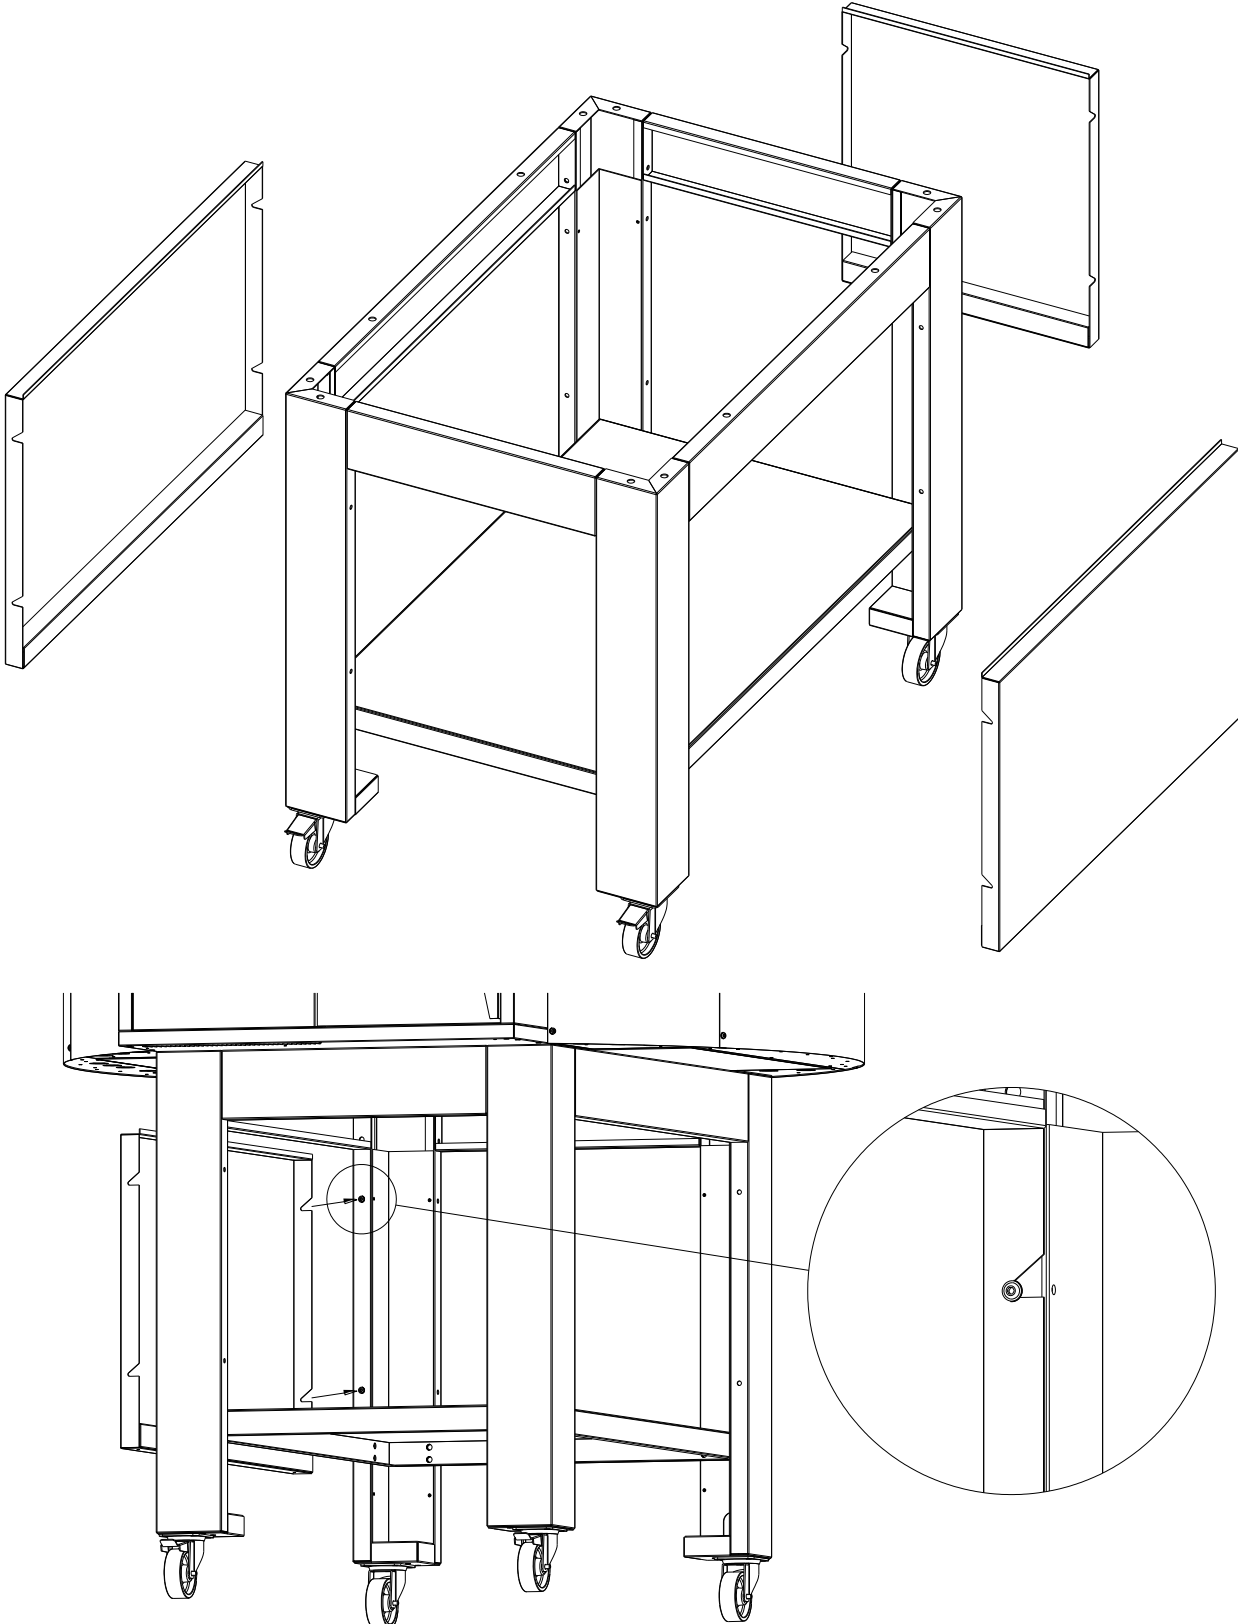

Fig.2
- 2- Séparer le module de la base en dévissant les vis de fixation présentes sur la partie inférieure (Fig.2).
- 2- Positionner le panneau latéral gauche et le positionner sur les jambes dans les espaces appropriés puis le visser (Fig.2). Effectuer les mêmes opérations pour le panneau latéral droit et celui postérieur.
- 2- Insérer le réfractaire latéral gauche A sur le châssis B, la surface plane dirigée vers l'intérieur de la chambre (Fig.2).
- 3- Insérer le réfractaire latéral droit C sur le châssis D, la surface plane dirigée vers l'intérieur de la chambre et l'encoche dirigée vers le haut en le faisant coïncider avec le trou sur le châssis pour permettre le passage de la sonde (Fig.2).
- 4- Insérer les réfractaires postérieurs E dans les châssis, la surface plane dirigée vers l'intérieur de la chambre (Fig.2).